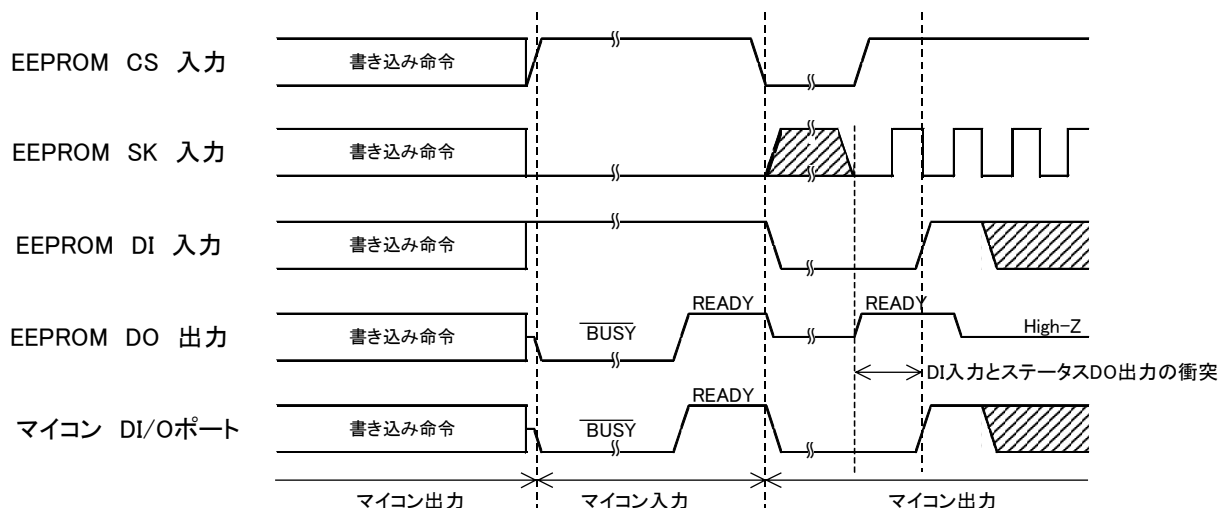

図7-3. DI, DO直結の書き込み時の衝突タイミング
(2) 書き込み命令後のCS="H"のタイミング。(図7-3. 参照)